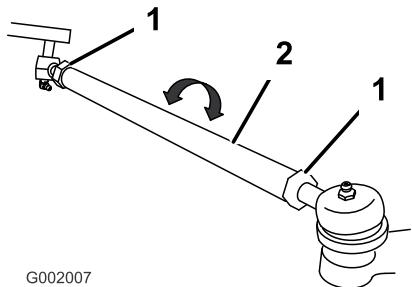

Figura 55
5. Se a medição obtida não corresponder aos valores especificados desaperte as porcas de segurança nas extremidades das barras transversais (Figura 55).